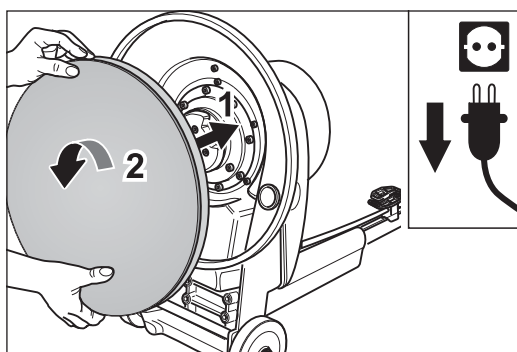

Fig. 15 Retirada del plato portaabrasivos y giro hacia la izquierda hasta el tope.
- 6 Coloque el otro plato portaabrasivos centralmente sobre el alojamiento del engranaje y gírelo hacia la izquierda, hasta el tope (fig. 15).